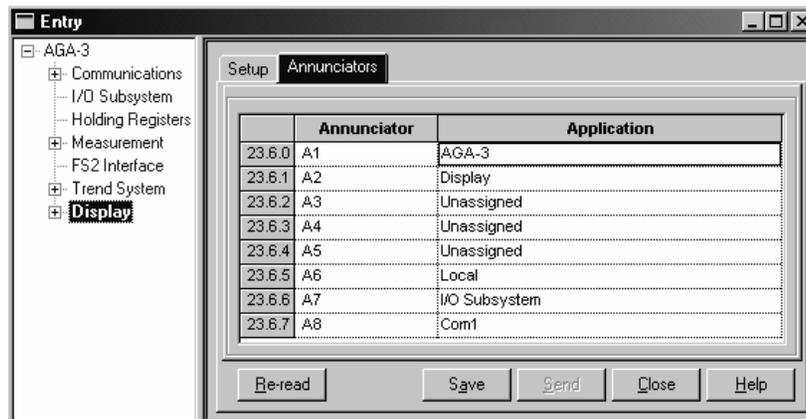

Рис. 11 (Варианты назначений извещателей)
**Примечание.** Любому извещателю в устройствах серии  $\mu$ FLO может быть назначен вариант применения. Чтобы ознакомиться с текущими назначениями, обратитесь к вкладке "Annunciators" (Извещатели) в меню "Display" (Отображение) в режиме "Entry Mode" программы PCCU32. (См. рис. 11).